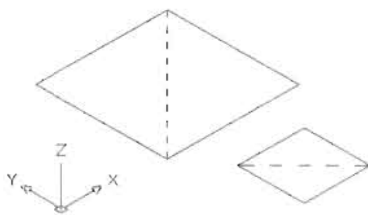

图 13-101
(7) 先在视图中任一位置创建一个 10mm×10mm 的矩形和一个 4mm×4mm 的矩形, 并用直线绘制出矩形的对角线如图 13-101 所示。